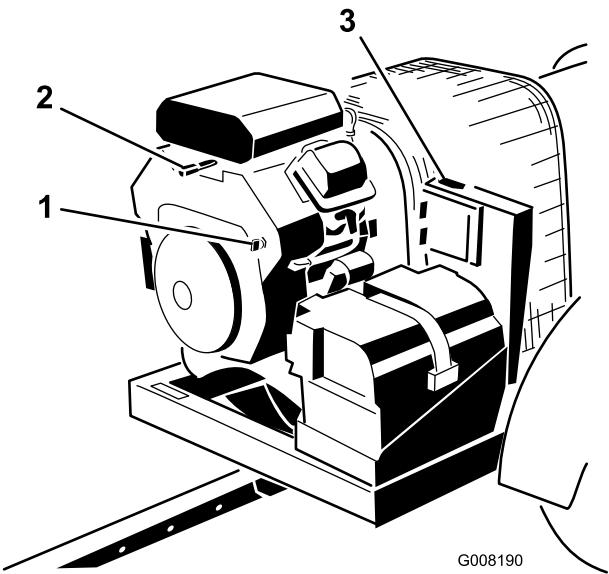

図 13
3. キーを Start 位置に回してすぐに手を離して ON 位置に戻す。以上の操作により、リセーバが覚醒する(図 13)。
4. 機械から離れる場合には、キーを OFF 位置に回してエンジンから抜き取る(図 13)。